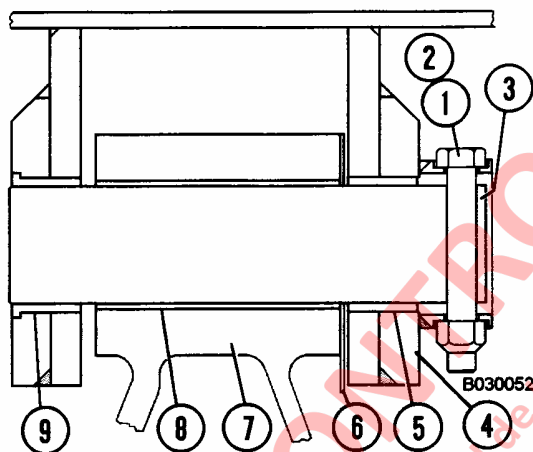

FIGURA 3-3. PASADOR DE PIVOTE DE LA TOLVA
5. Saque los pernos (1, Figura 3-3) y las tuercas fijadoras (2) de cada pasador de pivote de la tolva.
7. Saque los pasadores de pivote de la tolva (3) lo suficiente como para permitir que las laines (6) caigan. No es necesario el retiro completo de los pasadores a menos que vaya a montar pasadores nuevos.
2. Instale laines (6, Figura 3-3) en ambos pivotes de la tolva, según sea necesario, para llenar los espacios externos y centre la tolva en el pivote del bastidor. **No instale laines en el interior.** Se requiere un mínimo de 1 laina en el extremo exterior de ambos pivotes del bastidor.
3. Alinee el orificio en el pasador de pivote (3) con el orificio del perno en el retén del pasador - parte de la oreja de pivote de la tolva (4). Empuje el pasador de pivote a través de las laines (6), el pivote del bastidor (7), y en los bujes de pivote (5) y (9) en cada lado del pivote de la tolva.
4. Instale el perno (1) a través de cada pasador y apriete las tuercas (2) a un torque de **407 N.m (300 ft. lbs.)**. Use golillas, según sea necesario, sólo en el lado de la tuerca para asegurarse que el perno no ruede los hilos al apretar.